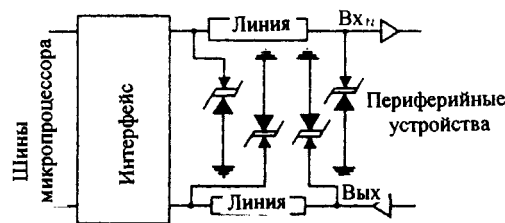
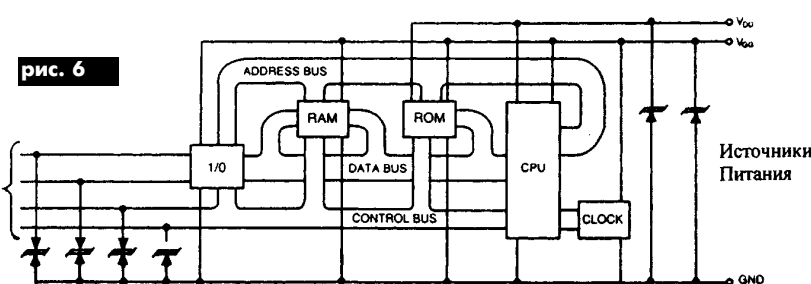
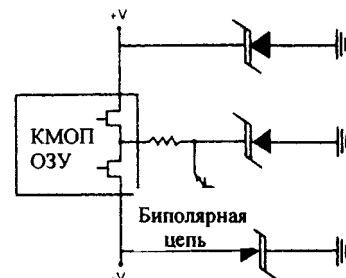

рис. 7
рис. 6
рис. 8
**Применение.** На рис.6 показано включение СПН для защиты микропроцессора по входным шинам и шинам питания. На рис.7 СПН включены для защиты длинной линии передачи данных (их включают в начале и в конце линии). В цепях с мощными полевыми транзисторами часто устанавливают защитный диод между источником и выходом, но это не обеспечивает защиту между источником и заземлением. СПН (рис.8) обеспечивают такую защиту.